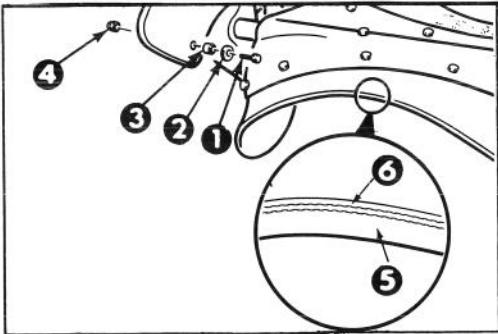

Abb. 19
1. ENTFERNUNG DES ROTORBLATTES (Abb. 19) (8) 7/16" Schrauben, (4) Unterlegscheiben und (8) Gegenmuttern, die das Rotorblatt mit der Rotorwelle verbinden. entfernen.
2. Das Rotorblatt zwischen den Stahlplatten herausziehen und die Laufbuchsen (8) aus den Rotorblattöffnungen drücken (Abb. 19).
3. INSTALLATION EINES NEUEN ROTORBLATTES — Die Rotorblätter sind aus laminiertem Kunststoff gefertigt. Untersuchen Sie die Schneide eines Blattes um den Unterschied in der Dicke festzustellen (Abb. 19). (Einige Blätter haben auf der dicken Seite des Blattes eine Teilnummer).